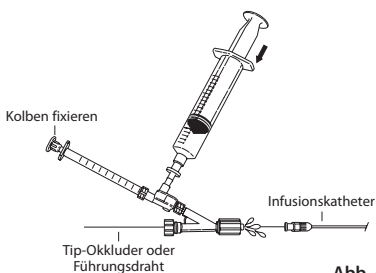

Abb. 5
7. Um das Doppelrückschlagventil und den Tuohy-Borst-Adapter am Infusionskatheter zu befestigen, das Tuohy-Borst-Ventil lösen und die Einheit über den Tip-Okkluder schieben. Den Kolben der 1-mL-Spritze in Position halten und die 20-mL-Spritze herunterdrücken, damit die Einheit vollständig entlüftet wird, und erst dann die Einheit am Katheter befestigen. Einen Meniskus der Lösung am Luer-Anschluss des Tuohy-Borst-Adapters lassen und dann den Infusionskatheter anschließen. **(Abb. 5)**